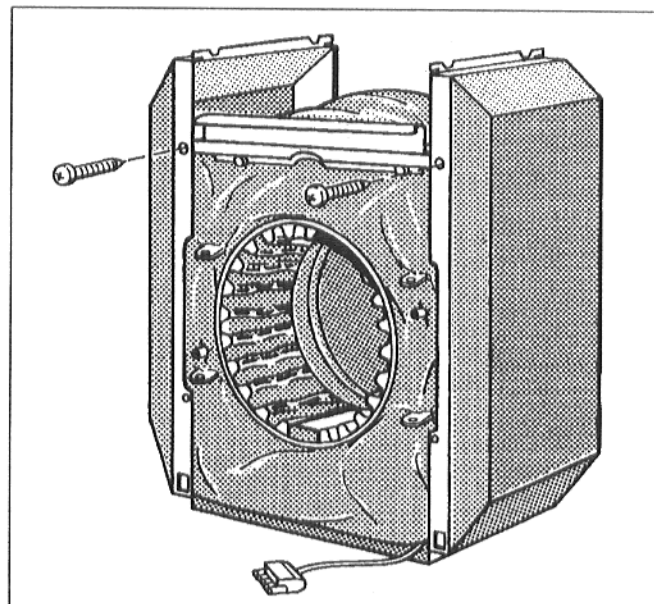

Fig. 12
- Visser les panneaux latéraux aux traverses avant et arrière à l'aide de vis Parker (Fig. 12).